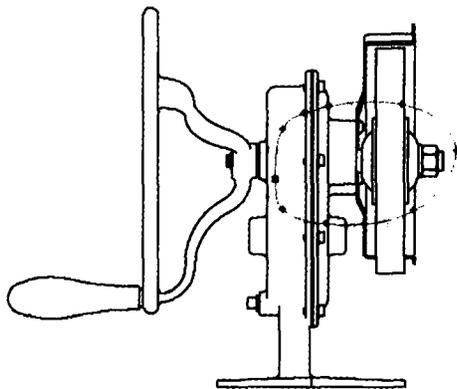

Рис. 6.3. Определение эскиза на чертежном виде для внесения изменений
3. Когда появится вкладка **Эскиз**, нарисуйте сплайн на виде, который показан на рис. 6.3.